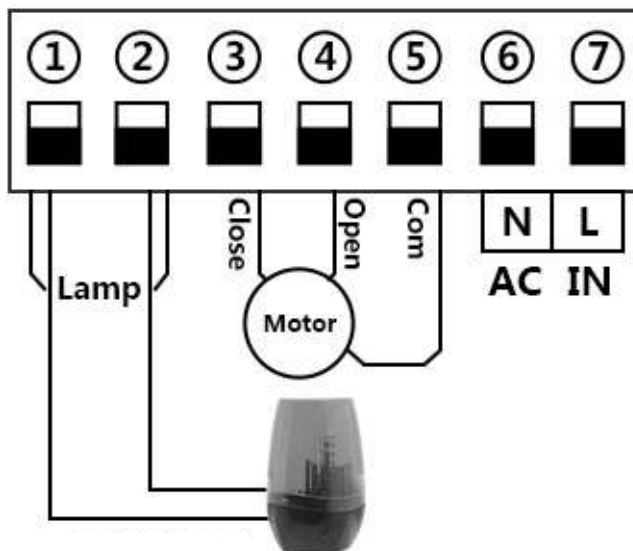

Рис. 10. Подключение сигнальной лампы
Подключите сигнальную лампу с питанием 220В переменного тока к клеммам Lamp ① и ② (Рис. 10)